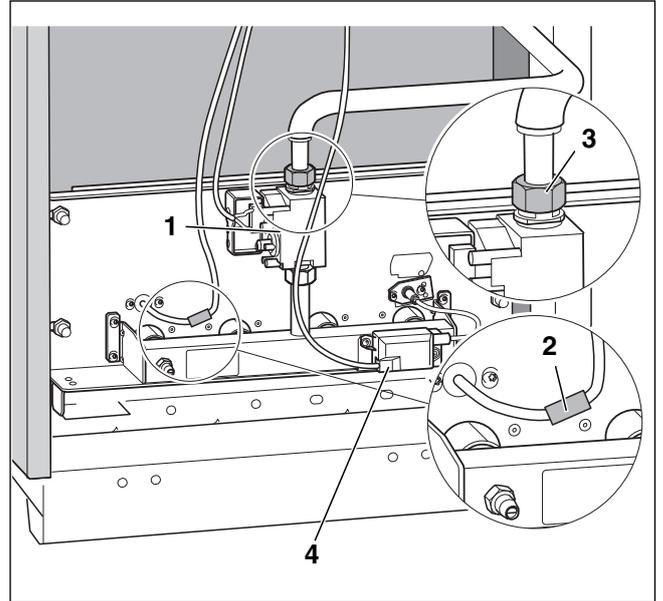

Рис. 37 Демонтаж горелки
- ▶ Отсоединить горелку от газовой арматуры в месте резьбового соединения (→ рис. 37, [3]).
- ▶ Снять контактный предохранитель (→ рис. 37, [2]) на контрольном кабеле и разъединить штекерное соединение.
- ▶ Вынуть штекер запального трансформатора (→ рис. 37, [4]).